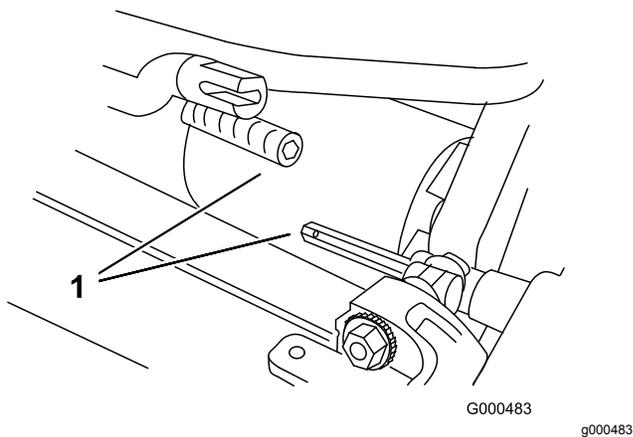

图 6
3. 将滚刀组推入主机下方左侧的位置接合变速箱联轴器图 6。